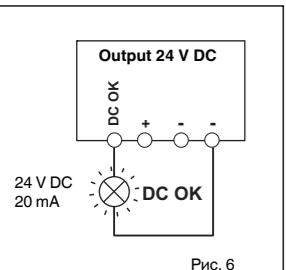

Рис. 6
Подключение активного переключающего выходного контакта DC OK (③, рис. 6) производится к винтовым зажимам «DC OK» и «-».
5.1. Сигнализация (рис. 6)